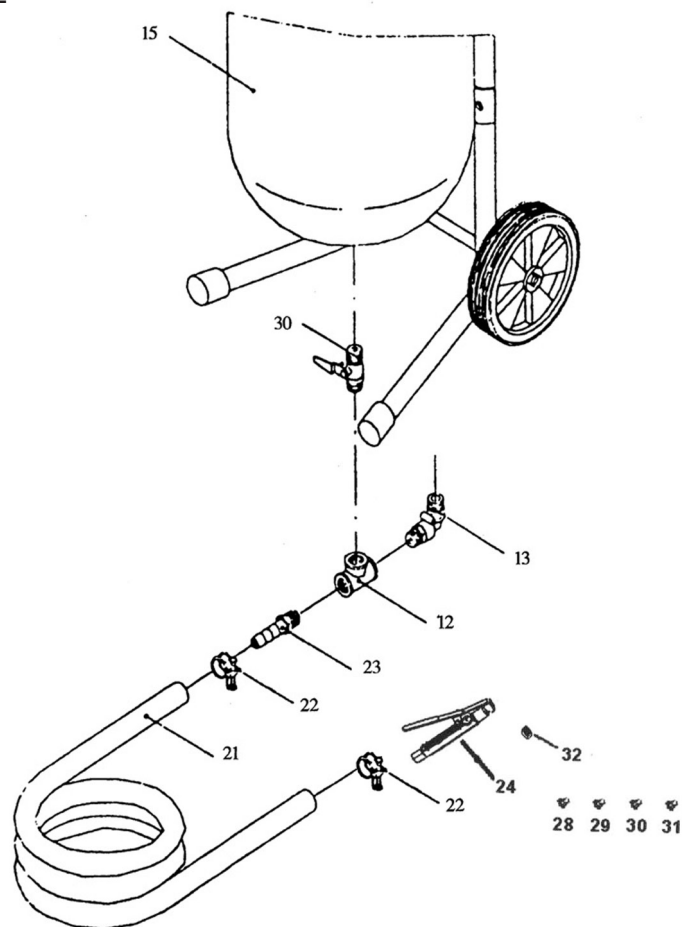

FIGURE 2
Ensemble de valve doseuse de matériau et de pistolet à abrasif (voir la fig. 2)
5. Fixez le raccord en coude (no 13) à l'autre port latéral du collecteur d'admission (no 12). Assurez-vous que l'autre extrémité du raccord en coude est orientée vers l'autre raccord en coude dans l'ensemble du bas (no 13 de la figure 2).